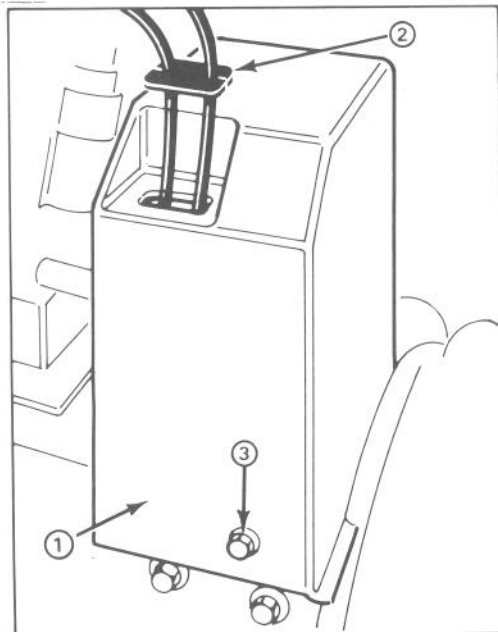

Figure 20
1. Retirez les 3 boulons à tête à collerette tenant le protège-courroie attaché au châssis du moteur et faites-le glisser par-dessus les câbles (fig. 20).